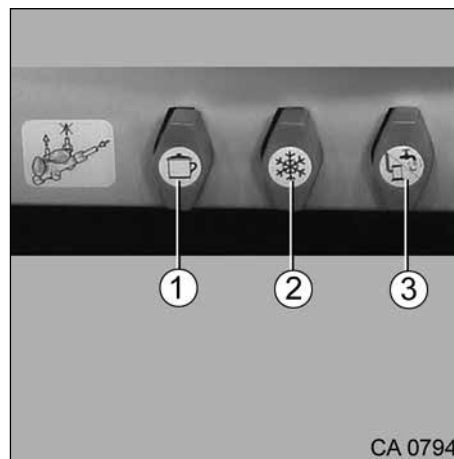

Fig. 96 Vannes de sectionnement gaz
- Les vannes de sectionnement gaz pour le réchaud à gaz (Fig. 96, Pos. 1), le frigo (Fig. 96, Pos. 2) et le chauffage (Fig. 96, Pos. 3) se trouvent sous le plan de travail à la cuisine.